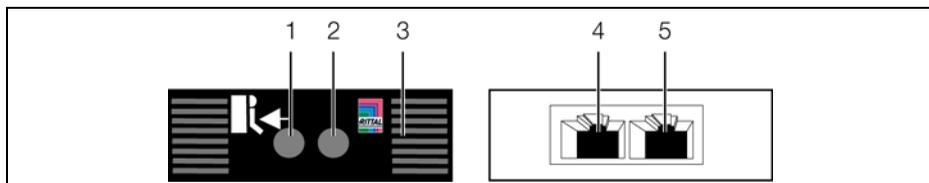

Рис. 3: Элементы индикации, штекеры и разъемы
Элементы управления и индикации показаны на рис. 3.
#### Обозначения на рис. 3
- Соедините датчик доступа кабелем CAN-Bus с CMC III PU или соседними элементами в шине CAN-Bus (рис. 3, поз. 4, 5).